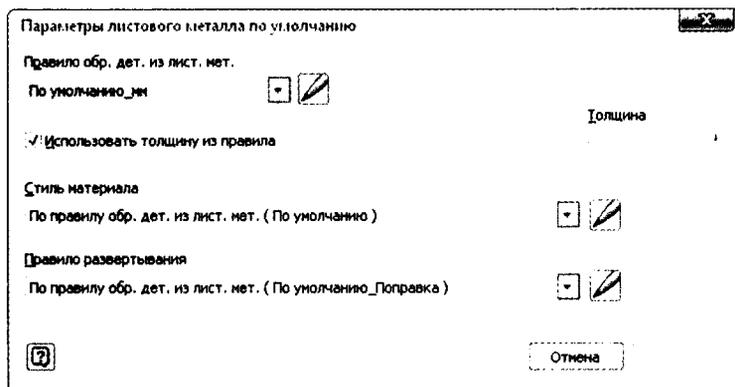

Рис. 10.1. Диалоговое окно Параметры листового металла по умолчанию управляют общими правилами и настройками
2. Нажмите на инструмент **Параметры по умолчанию листового металла** (рис. 10.1) на панели **Настройка** вкладки **Листовой металл**, затем нажмите кнопку редактирования **Правило обр. дет. из лист. мет.**